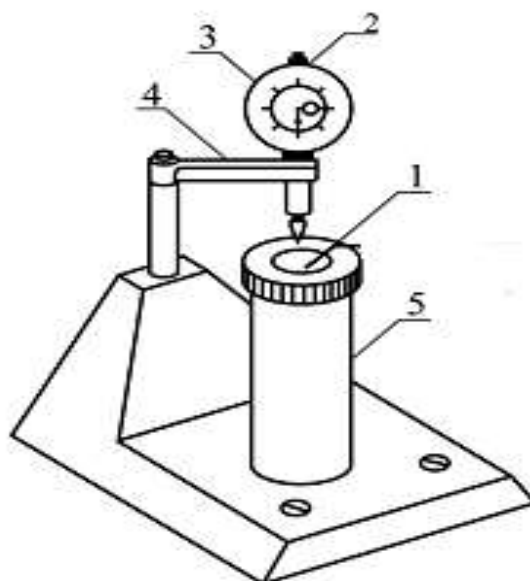

Рис. 1.2
Прибор для определения коэффициента линейного расширения (рис. 1.2) представляет собой нагреватель (5), внутрь которого вставляется пробирка с водой и испытуемым стержнем. Для измерения удлинения стержня при нагревании прибор снабжен индикатором (3). Перед помещением стержня в пробирку его начальная длина измеряется с помощью штангенциркуля. Комнатная температура определяется с помощью термометра в лаборатории.
4. Пробирку со стержнем вставьте в нагреватель через прокладку и отверстие 1 в крышке прибора (см. рис. 1.2).